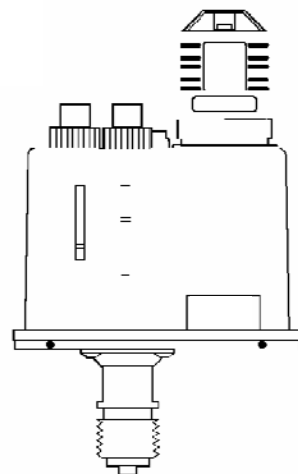

Fig. 5
2.1.3 PRESOSTAT DE SIGURANTA (Fig. 5)